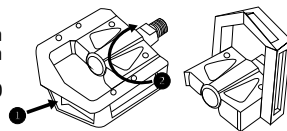

Рис. 37
1. Нажмите подошвой ботинка на внешний торец педали, чтобы она начала складываться (рис.37)
2. Поверните складную часть педали на 90 градусов. (рис.37)